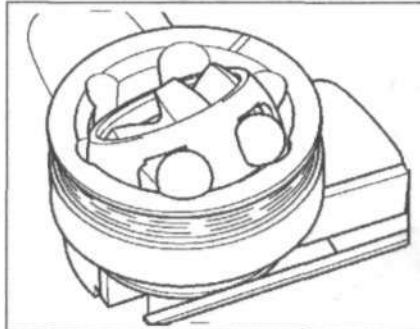

Рис. 9.40. Перед разборкой шарнира пометьте с помощью электроиглы положение ступицы относительно обоймы шариков и корпуса шарнира.
1. Перед разборкой шарнира пометьте с помощью электроиглы положение ступицы относительно обоймы шариков и корпуса шарнира (рис. 9.40).